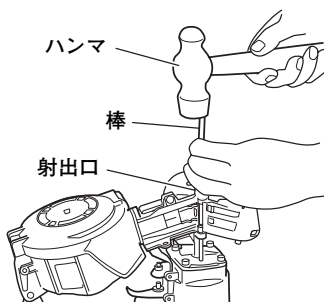

図 14
- 釘をマガジン内より抜き取り、釘ガイドを開き、射出口から細い棒を入れハンマでたたきます。(図 14)